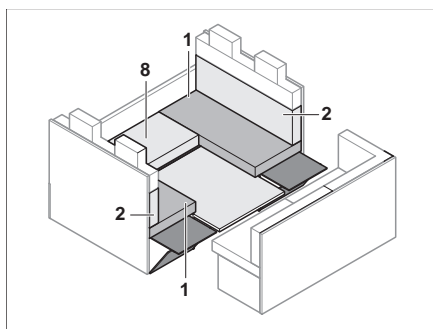

Fig. 137 Durante la trasformazione
- Rimuovere i cuscini del divano (Fig. 137,8) e la sottostruttura.